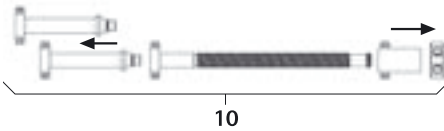

Fig. 6
- Démontage du distracteur à broche 10, voir Fig. 6.